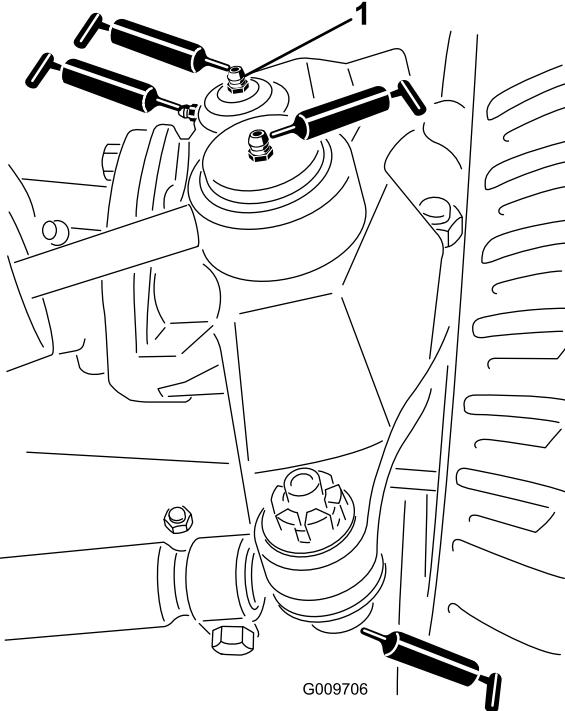

图35
- 转向油缸球窝接头2个如图35所示
- 横拉杆球窝接头2个如图35所示
- 主销轴套2个如图35所示